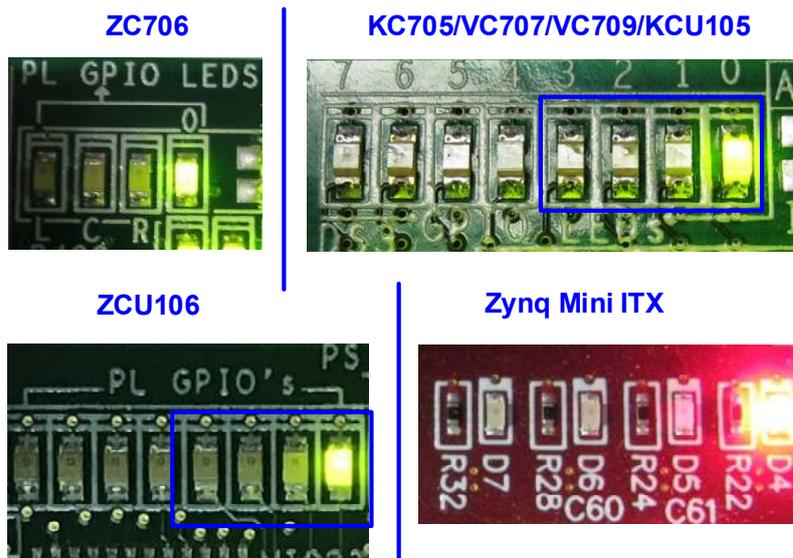
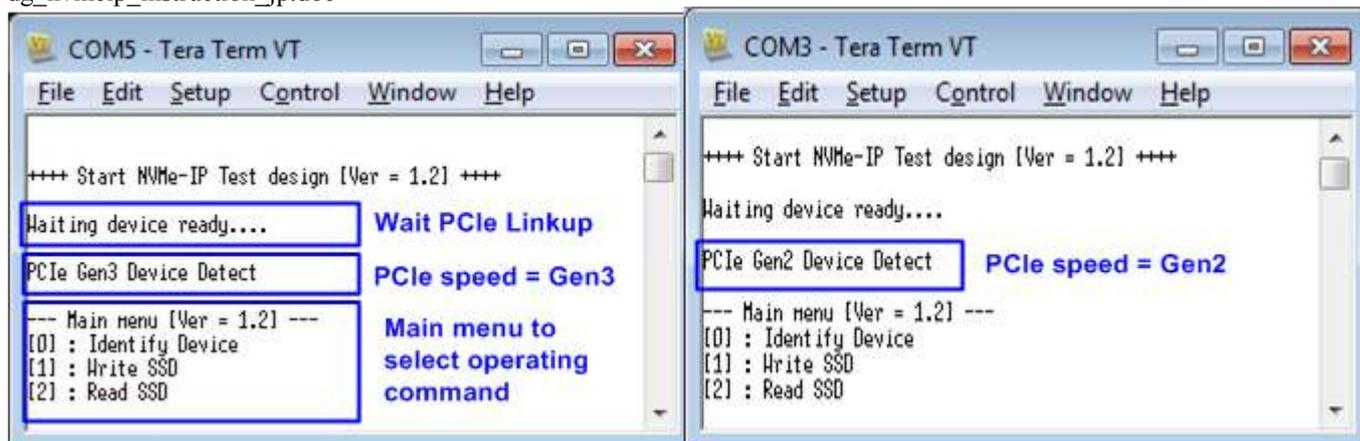

図 2-16: FPGA コンフィグレーションが完了し PCIe の初期化まで終わった時点での LED 状態
図 2-17: FPGA コンフィグレーションおよび PCIe 初期化完了後のシリアル・コンソール画面
11) FPGA のコンフィグレーションが完了すると LED[0]と LED[1]が PCIe の初期化中点灯します。そして図 2-16 のように LED[1]が消灯し PCIe が初期化を完了してデモ・システムがユーザからのコマンドを受け付けられることを示します。また、PCIe のリンク速度情報が図 2-17 のようにメイン・メニューを表示する前にシリアル・コンソール上に表示されます。